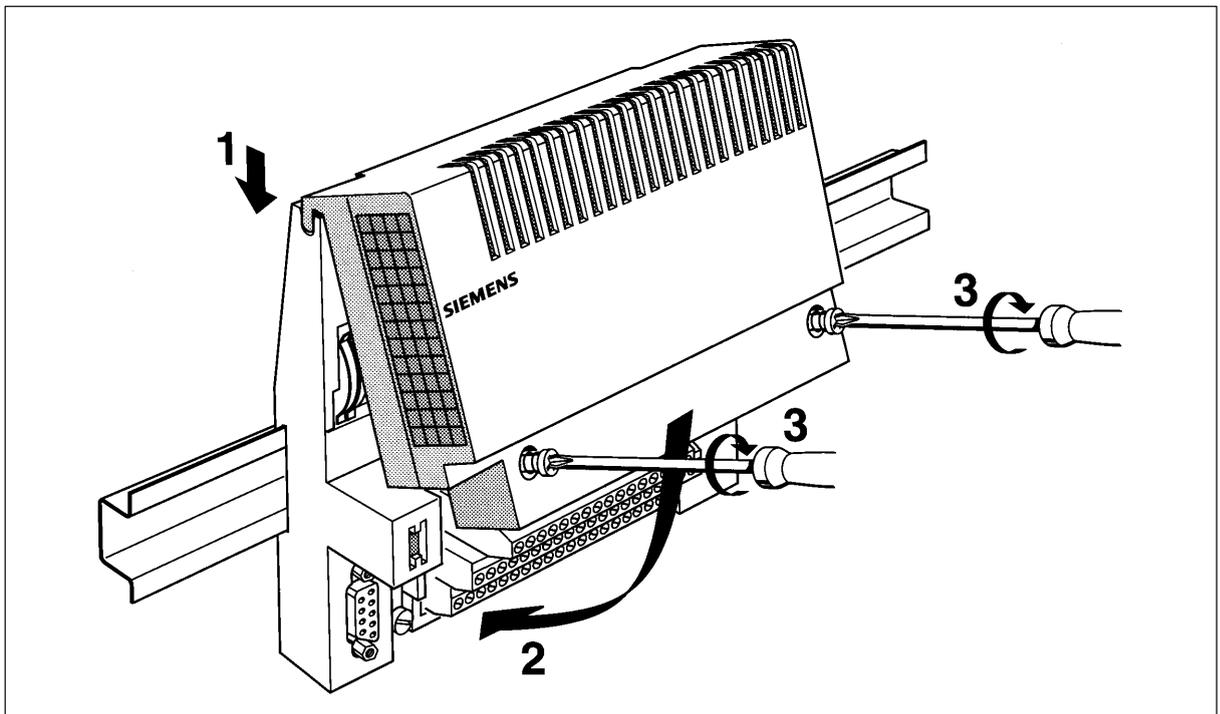

Figura 3-8 Fijación del bloque electrónico en el bloque de terminales
1. Desmontar el bloque electrónico actuando de forma inversa a lo descrito en la figura 3-8.